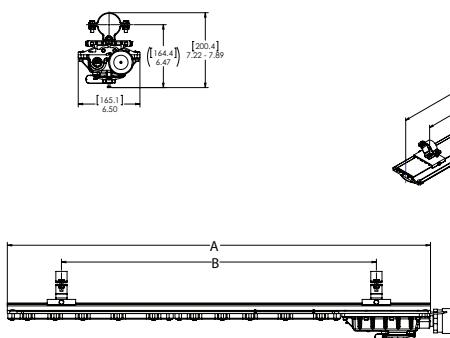
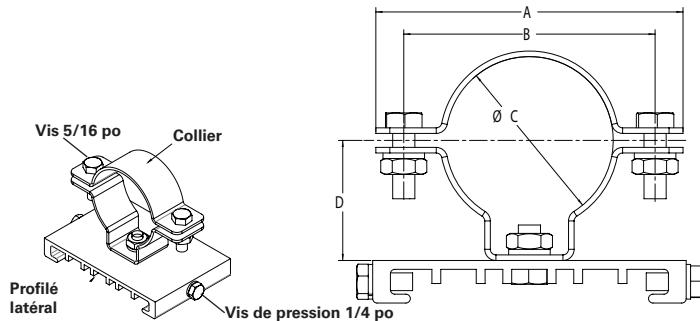

Figure 6. TROUSSE – Montage sur mât
Figure 7. TROUSSE – Détails du montage sur mât
- Avant l'installation, s'assurer que le diamètre intérieur du collier (voir la figure 7) est compatible avec le diamètre du mât. Les colliers sont disponibles dans les tailles 1,65 po (42 mm), 2 po (51 mm) et 2,36 po (60 mm).
- Les supports de montage sur mât peuvent être espacés selon la convenance; il est recommandé de les séparer d'au moins 18 po (457 mm) (voir la figure 6 et le tableau pour les valeurs d'espacement).
- Faire glisser les deux (2) supports de montage sur mât sur le luminaire de manière à engager les brides.
- Serrer à fond les deux (2) vis de pression de 1/4 po sur chaque support coulissant (voir la figure 7). Visser au couple de 78 po-lb (8,8 N.m.).
- Retirer les deux (2) vis de 5/16 po, les rondelles de verrouillage et les écrous de chaque collier et retirer les moitiés supérieures des colliers.
- Sur chaque collier, installer les deux (2) moitiés supérieures des colliers et les vis de 5/16 po, les rondelles de verrouillage et les écrous.